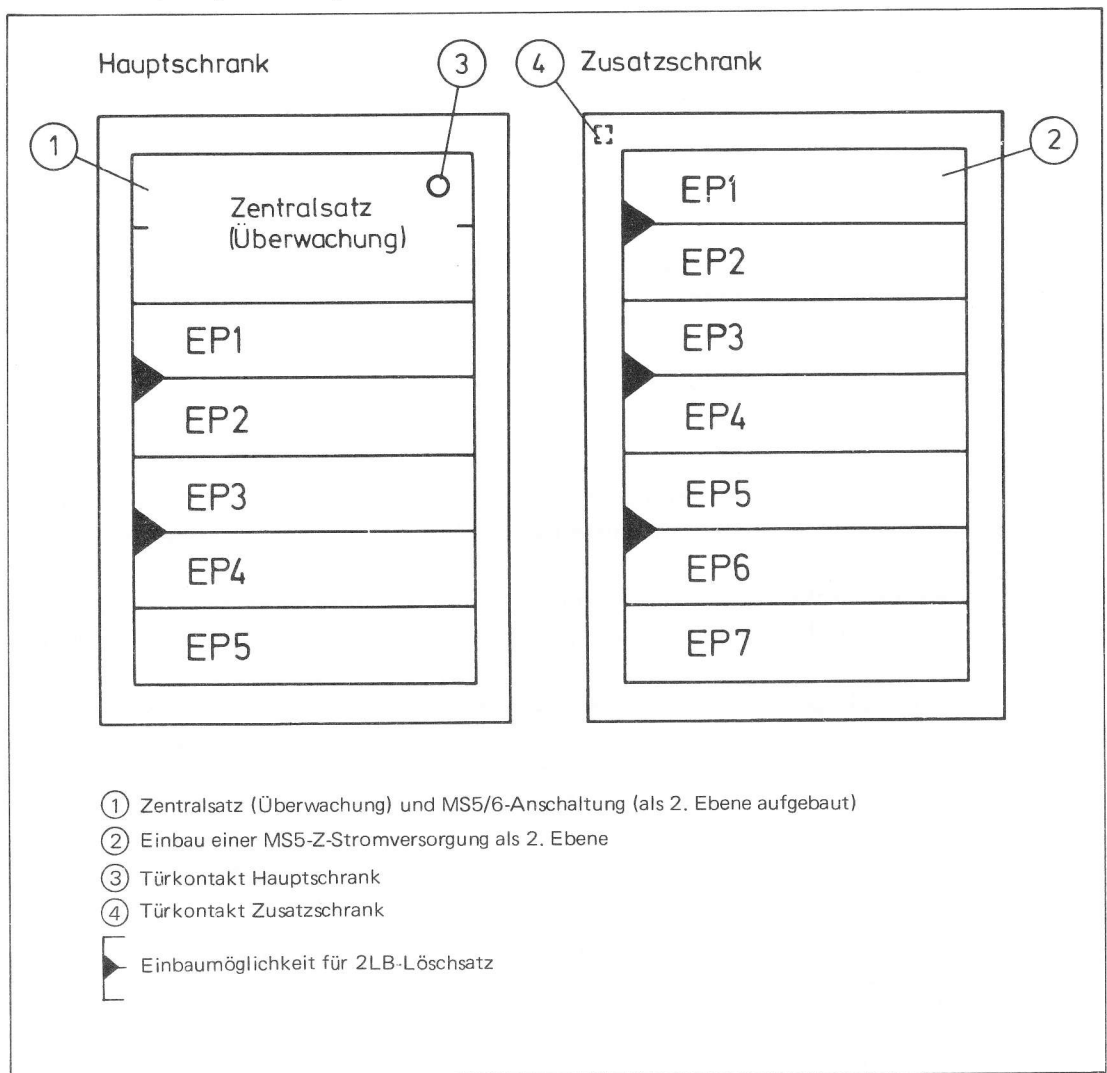

Bild 5 Einbauplätze im Bedienungsfeld von Haupt- und Zusatzschrank
Die Bedienungsfelder von Haupt- und Zusatzschrank sind in Einbauplätze (EP) aufgeteilt (Bild 5).
Die Empfangs- und Steuersätze benötigen je 1 Einbauplatz (EP). Ein 2LB-Löschsatz benötigt 2 Einbauplätze, Einbau **nur** auf EP1/2, EP3/4, usw. Auf EP5 (Hauptschrank) bzw. EP7 (Zusatzschrank) kann der Löschsatz nicht eingebaut werden (Bild5).